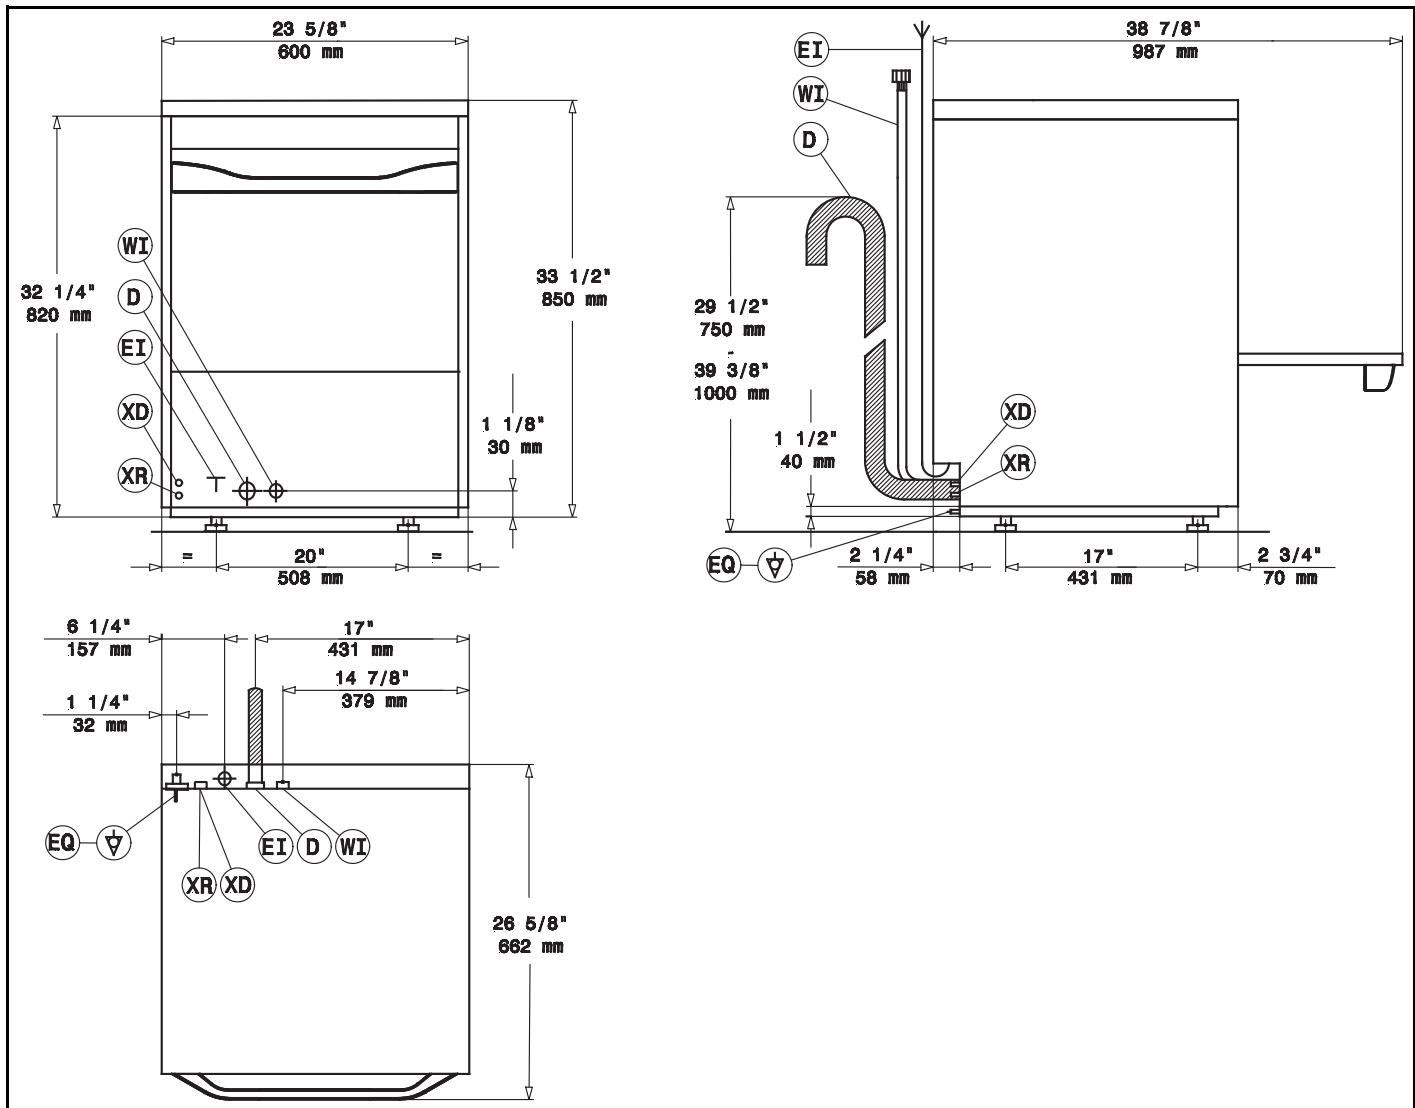
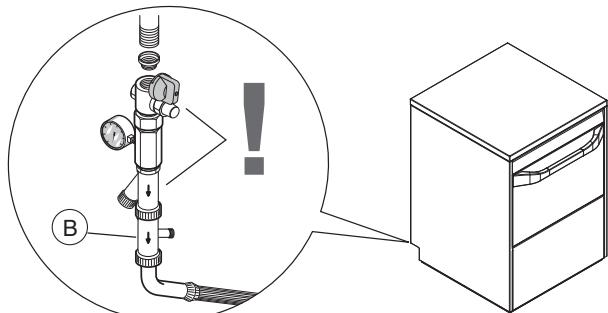

Fig. 4
Fig. 6
Légende Fig. 4
- Raccorder le tuyau d'alimentation en eau A de l'appareil (Fig. 4) au réseau hydraulique, en respectant les codes locaux de plomberie. Installer un robinet d'arrêt, un filtre et un manomètre entre l'appareil et l'alimentation en eau (Fig. 6).
- Dans les modèles avec adoucisseur incorporé, relier la double soupape anti-retour "B" (Fig. 6) fournie et le tuyau d'alimentation de la machine.
- L'appareil exige un branchement de terre sur sa vis de mise à la terre située à l'arrière et libellée " Q " (Fig. 4) dans le manuel et signalée par le symbole "  " sur l'appareil. La section du conducteur doit être de AWG 8/8.35 mm². Ne pas utiliser le conduit ou un autre tube pour les branchements de mise à la terre. Au besoin, indiquer à l'électricien de fournir le fil de terre.